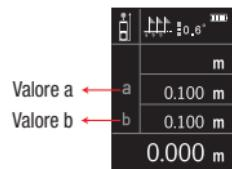

Fig. 7
- Premere a lungo il tasto **UNIT** il dispositivo mostra come fig. 7